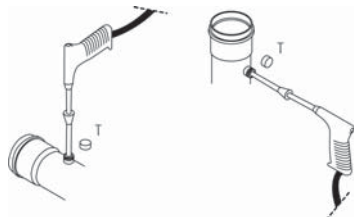

Fig. 5.d
1. Quite la tapa T del tramo de inspección del tubo de descarga de humos del humidificador (Fig. 5.d).